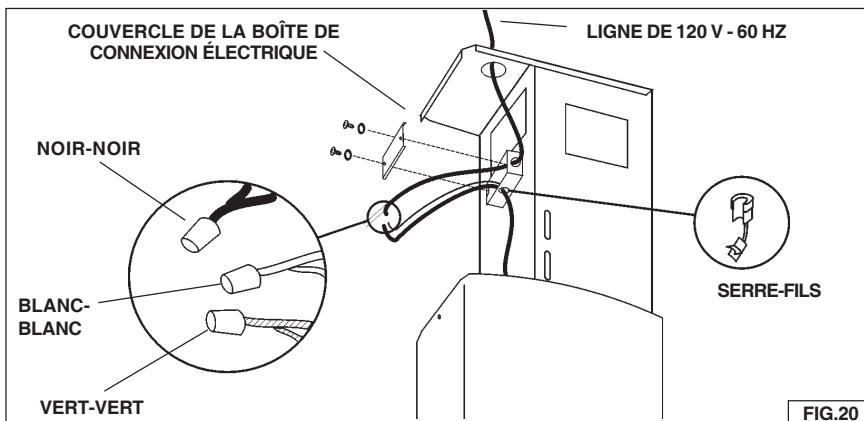

FIG.20
1. Retirer le couvercle de la boîte de connexion électrique. Fig. 20.